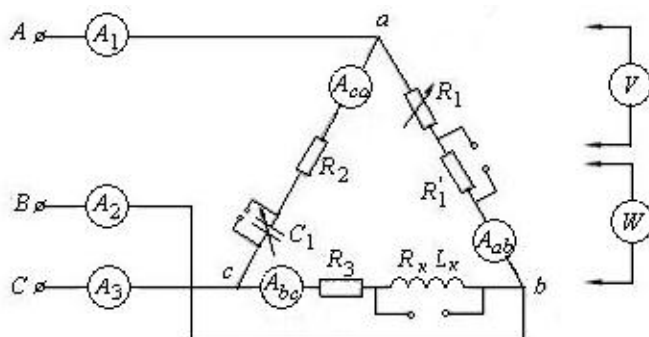

Рисунок 8.1 – Схема для исследования трехфазной цепи при соединении нагрузки треугольником
8.3.1 Собрать электрическую цепь по схеме (рисунок 8.1). Ознакомиться с приборами, необходимыми для выполнения работы и записать их основные технические данные.